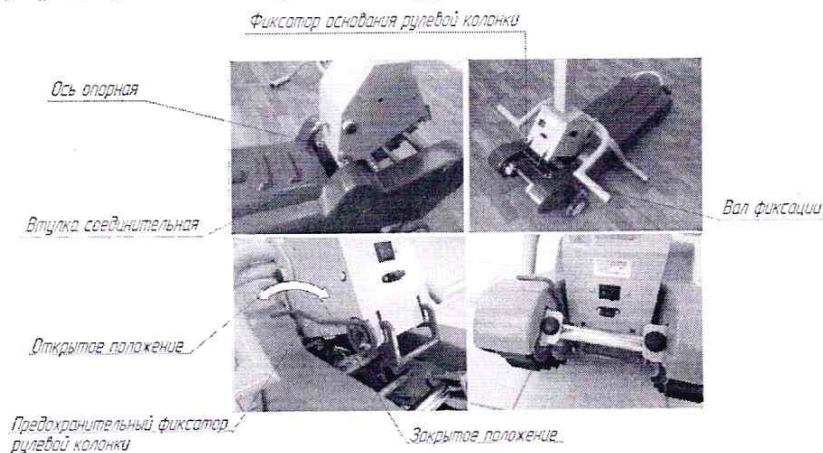

Рис.8. Сборка подъемника
- установите рулевую колонку с основанием вертикально относительно опорной оси подъемного агрегата (Рис.8) при этом предохранительный фиксатор рулевой должен быть в открытом положении;
- приложив небольшое усилие, отвести рулевую колонку движением на себя вниз, до зацепления рулевой колонки защелками фиксатора (Рис.8);
- переведите предохранитель фиксатора рулевой колонки на себя (в закрытое положение Рис.8), тем самым обезопасив себя от случайного открывания фиксатора рулевой колонки;
Отсоединение рулевой колонки с основанием от корпуса агрегата производится в обратной последовательности, при этом предохранительный фиксатор рулевой колонки должен быть в открытом положении (Рис.8).
- поставить подъемник в удобное место для установки на него кресла-коляски с пассажиром, освободить фиксатор основания рулевой колонки от фиксирующих защелок, соединяющих его с гусеничным агрегатом (Рис. 8);
- перевести предохранительный фиксатор рулевой колонки в открытое положение движением от себя. (Рис.8);
- перевести предохранительный фиксатор рулевой колонки в закрытое положение движением на себя (Рис. 8);
- Запрещается движение подъемника по лестнице, если предохранительный фиксатор рулевой колонки находится в открытом положении (Рис.8).